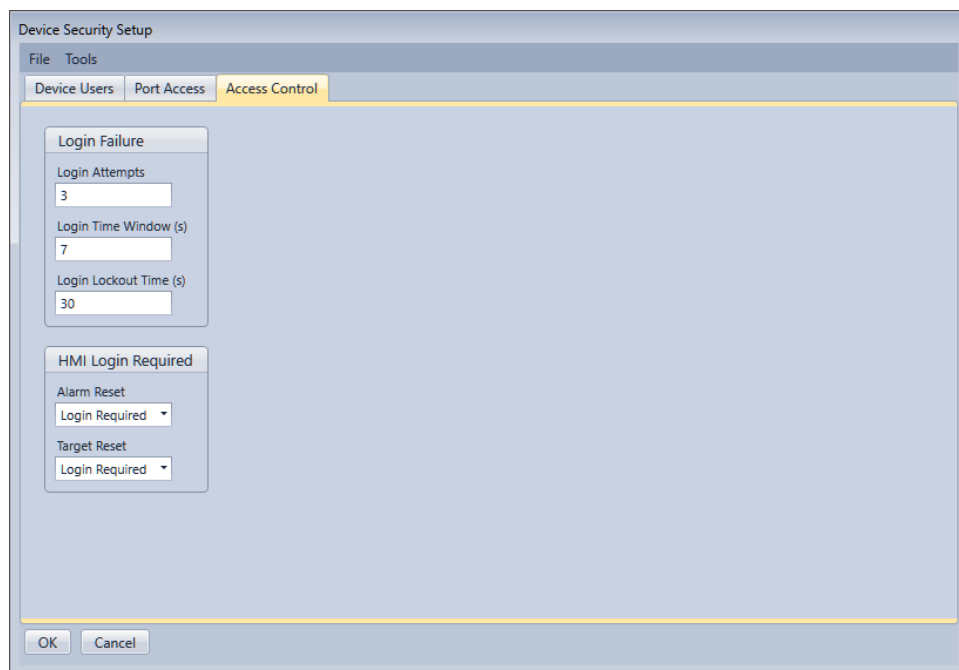

图 9-3.访问控制界面
BESTCOMS*Plus*访问控制页面如图9-3所示。
1. 选择访问控制选项卡。见图9-3。